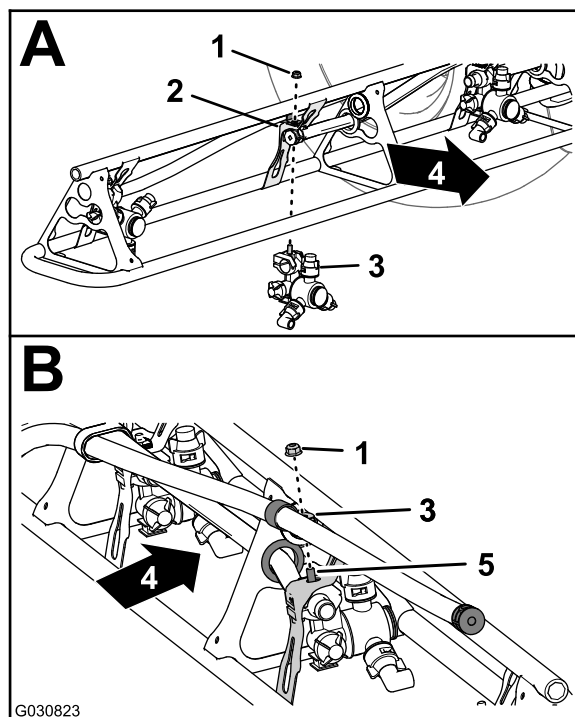

Рисунок 132
- В положениях сопел 1 и 4 установите распылительное сопло на крепление сопла (вид А на Рисунок 132) при помощи фланцевой контргайки (5/16 дюйма), снятой при выполнении пункта 2 раздела Демонтаж распылительных сопел с наружных секций опрыскивателя (страница 60).
- В положениях сопел 2 и 3 установите распылительное сопло на крепление сопла (вид А и В на Рисунок 132) при помощи фланцевой контргайки (5/16 дюйма), снятой при выполнении пункта 2 раздела Демонтаж распылительных сопел с наружных секций опрыскивателя (страница 60).